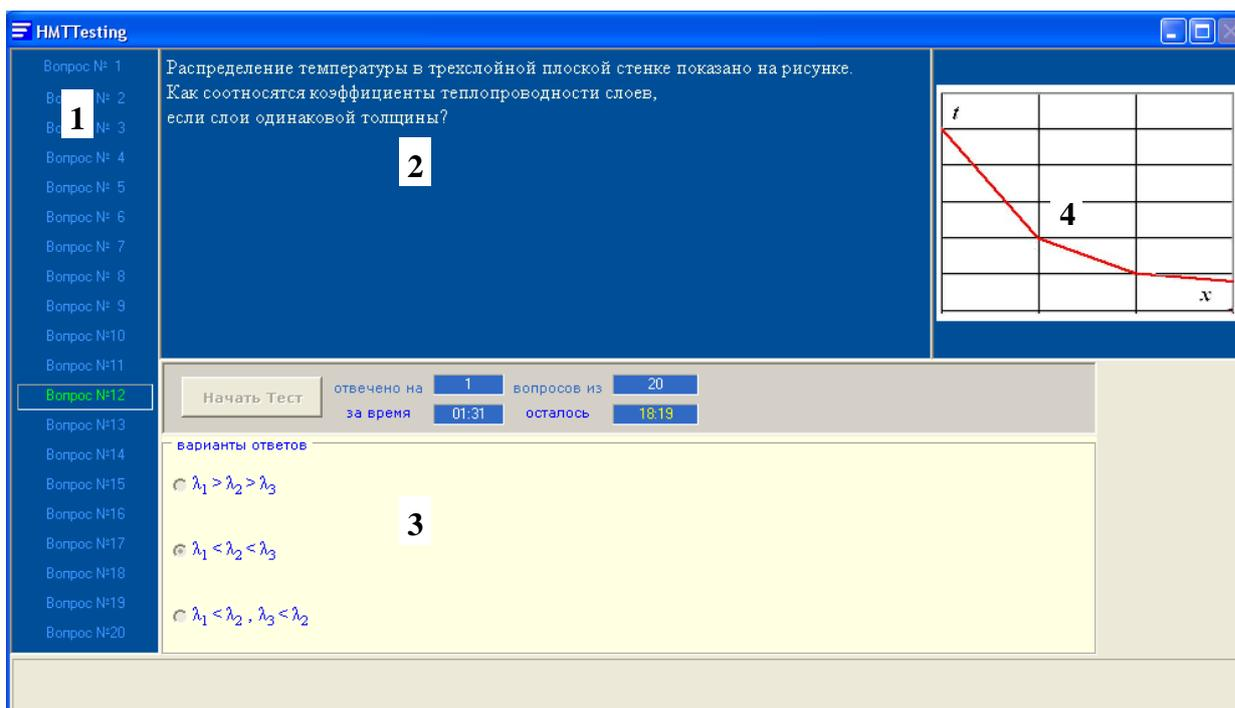

Рис. 1 Вид окна программы
- в левой части окна программы (рис.1) расположен список вопросов (поле 1) с 1-ого по 20-ый, при наведении курсора “мыши” на определенный вопрос в поле 1 (Вопрос №1, Вопрос №2 и т.д.), само название вопроса в поле 1 визуально выделяется зеленым цветом и обрамляется рамкой, а в окошке текстового вывода 2 появляется текст соответствующего вопроса, и в нижней части окна программы в поле 3 появляются три варианта ответа на него;
- в правом верхнем поле 4, рис.1 совместно с любым из 20-ти вопросов при необходимости можно размещать любые графические объекты (рисунки, графики, формулы в виде изображения размером 250 на 250 пикселей).